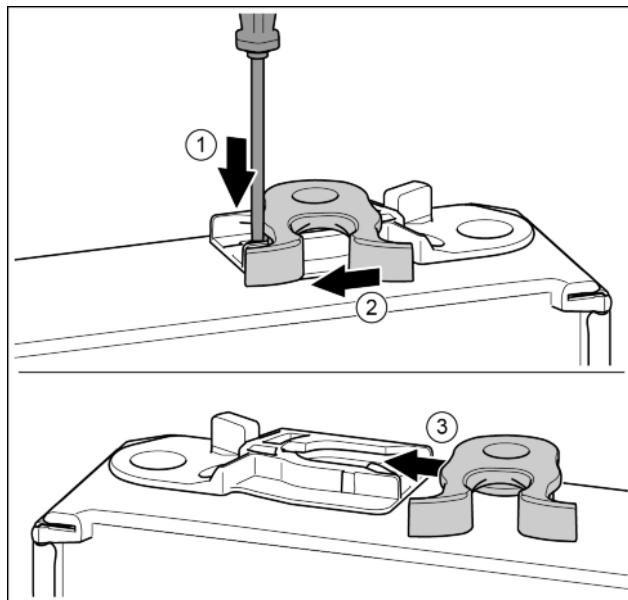

Fig. 17
- Нажать накладку шлицевой отверткой вниз. *Fig. 17 (1)*
- Запорный крючок вывести из направляющей. *Fig. 17 (2)*
- Запорный крючок вставить в направляющую с другой стороны. *Fig. 17 (3)*